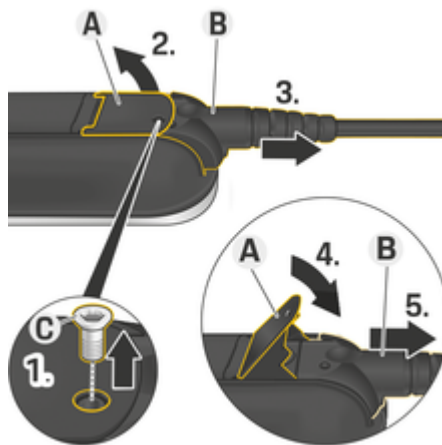

Fig. 48: Extracción del cable
1. Suelte el tornillo **C** (Fig. 48) con la herramienta adecuada.
2. Levante la palanca **A** (Fig. 48).
3. Extraiga el enchufe **B** (Fig. 48) hasta que note la primera resistencia.